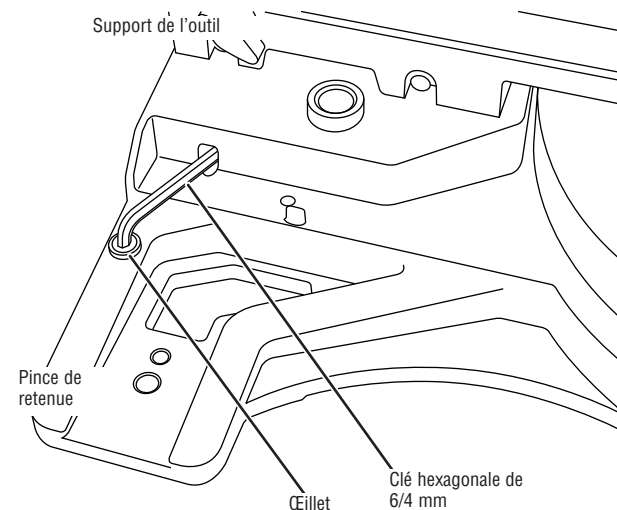

Figure 2. Rangement de la clé hexagonale
**Rangement de la clé hexagonale de 6/4 mm** – Il existe une aire de rangement sur la scie pour ranger la clé hexagonale de 6/4 mm. Insérez le pied court de la clé hexagonale à travers l'œillet en caoutchouc comme illustré. Placez le pied long dans le support de l'outil et appuyez pour l'enfoncer dans la pince de retenue (voir Figure 2).